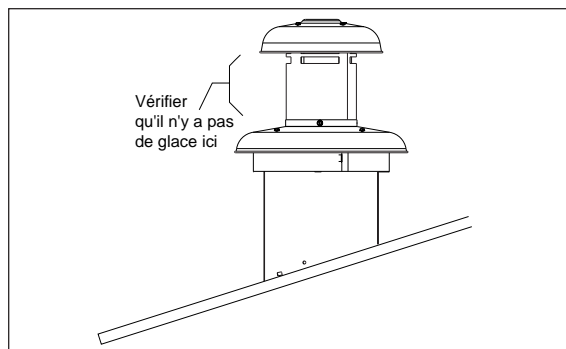

Figure 36. Entête de cheminée
- Renseignements sur l'entretien saisonnier - Pendant les périodes extrêmement froides, il peut y avoir formation de glace sur l'entête de cheminée. Une petite quantité de glace sur l'entête de cheminée ne présente aucun problème pour le bon fonctionnement du fournaise. Une formation excessive de glace peut limiter le débit d'air de combustion au brûleur, causant un fonctionnement inefficace du fournaise. En cas de formation d'une quantité excessive de glace sur l'admission d'air ou la cheminée, il faut l'enlever avec précaution (figure 36).